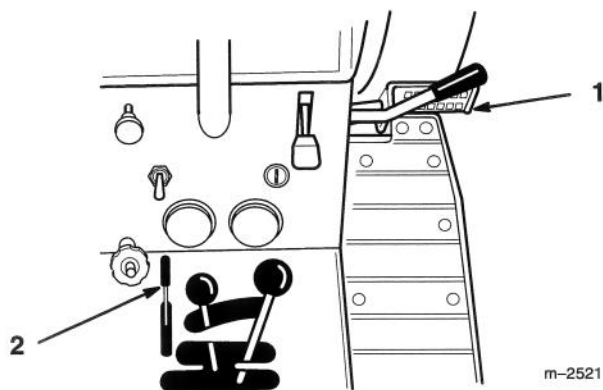

Figure 2
1. Enfoncer la pédale de frein (Fig. 2) et la maintenir en position enfoncée.
2. Engager le levier de frein de stationnement (Fig. 2) et lâcher progressivement la pédale de frein. La pédale doit rester bloquée en position enfoncée.
1. Enfoncer la pédale de frein (Fig. 2). Le levier de frein de stationnement doit se déverrouiller.